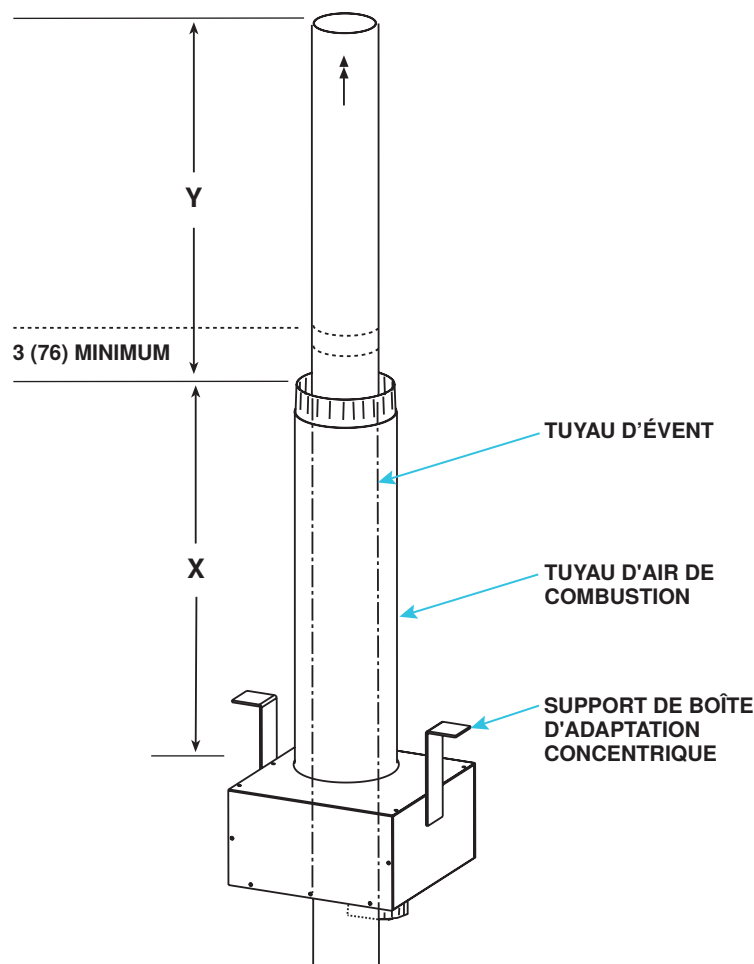

Figure 20. Installation du tuyau d'air de combustion
5. Connectez la section extérieure du tuyau d'air de combustion au boîtier adaptateur concentrique (voir **Figure 20**) :
- Reportez-vous à la **Figure 20** pour déterminer la longueur de la dimension X comme suit :
- La deuxième section du tuyau à double paroi (voir la dimension Y sur la **Figure 20**) peut être raccordée au besoin à la section continue du tuyau d'aération. Assurez-vous que le raccord est à au moins 3 pouces (76 mm) au-dessus du tuyau d'air de combustion et que la hauteur est d'au moins 12 pouces (305 mm)—34 pouces (864 mm) dans les climats froids où la température ambiante de conception est de -10°F (-23°C) ou moins.
6. Fixez le boîtier adaptateur concentrique sous le toit (voir Figure 20) :
- a. Consultez la **Figure 20** pour établir la longueur de chaque section de conduits ainsi que la longueur totale requise. Déterminez la longueur en additionnant les exigences :
- (1) En partant du bas, le tuyau d'évent peut s'étendre jusqu'à 152 mm (6 pouces) sous la boîte
- (2) Plus 6 pouces (152 mm) à travers la boîte
- (3) Plus la longueur des crochets au-dessus de la boîte
- (4) Plus l'épaisseur du toit
- (5) Plus la hauteur du tuyau d'air de combustion extérieur au-dessus du toit
- (6) Plus un minimum de 3 pouces (76 mm) au-delà du haut du tuyau d'admission d'air
- (7) Le total est la longueur minimale de la section du tuyau d'évent—si le morceau réel de tuyau d'évent est plus long, prolongez-le plus au-dessus du tuyau d'air de combustion—ne le prolongez pas de plus de 6 pouces (152 mm) sous la boîte